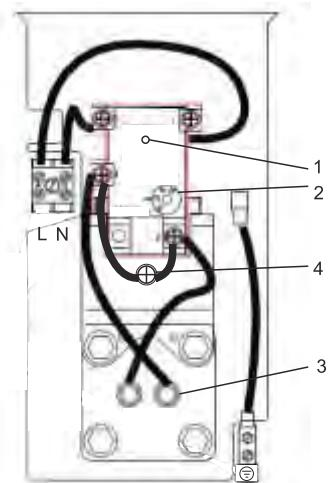

Рис.6
- подключить провода электрического кабеля к соединительной колодке и заземляющему проводу водонагревателя, в соответствии со схемой, указанной на рис. 6.;
4. Температуру воды можно установить в диапазоне от +60°C до +75°C с помощью термостата, поворачивая колесо регулировки 2 по часовой или против часовой стрелке (см. рис. 6).
- нажать до щелчка кнопку 1, расположенную на комбинированном термостате, рис. 6;